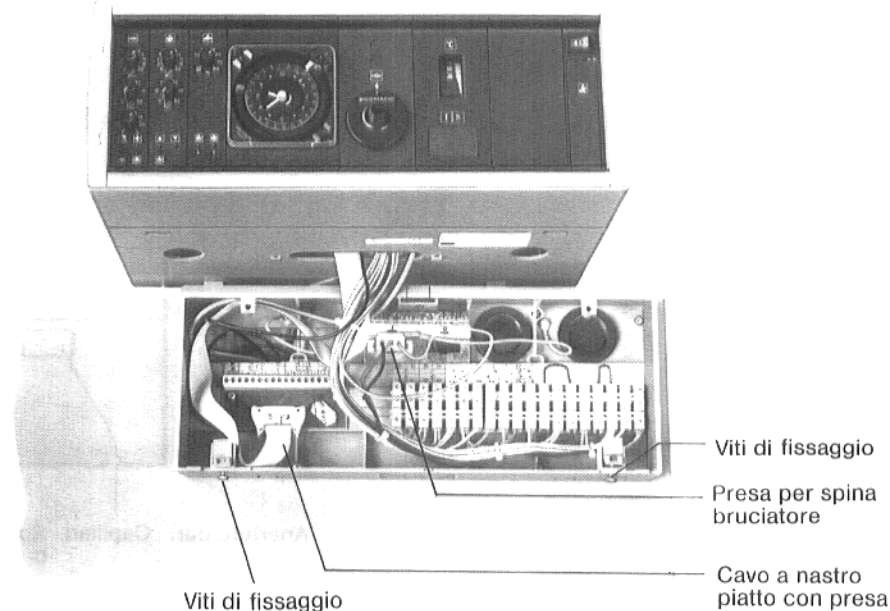

Fig. 11 - Figura esplicativa
13. Immettere i collegamenti a spinnotti del quadro comando nelle corrispondenti morsettiere della basetta, quindi stringere tutte le viti (Fig. 11).
16. Immettere da sotto la spina del bruciatore nella controparte della basetta, all'immissione reggere la spina, da sopra (Fig.11).